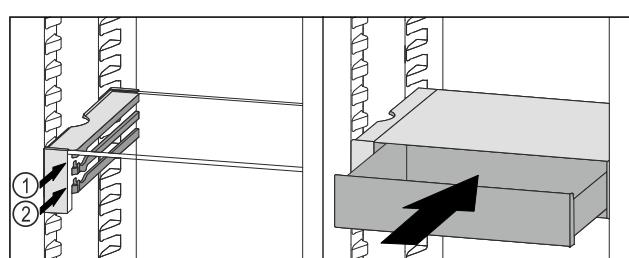

Fig. 70
- Zásuvku VarioSafe nasadte za zarážkami na požadovanom rebre Fig. 70 (1) alebo Fig. 70 (2).